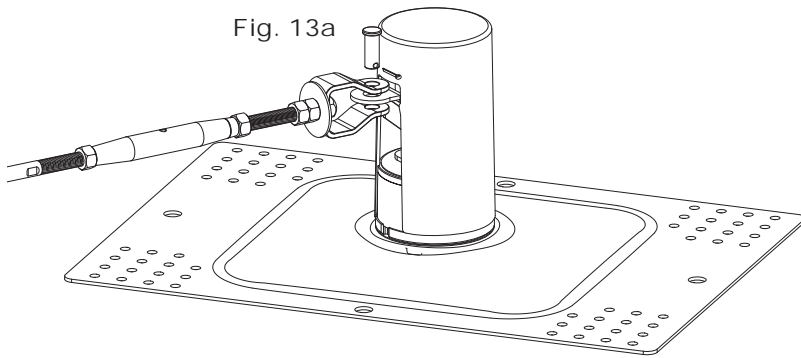

Fig. 13a
1. Conecte el accesorio del extremo del tensor de horquilla al poste de extremo para techo alineando la abrazadera del accesorio de extremo con el ojo de anclaje saliente del poste de techo e instalando el pasador de tope proporcionado (Fig. 13a).